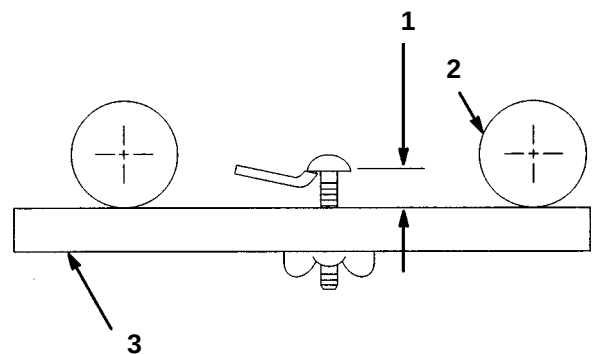

Fig. 9
1. Still skruens hode inn på ønsket klippehøyde ved hjelp av en målestav, Toro del nr. 98-1852 eller tilsvarende (fig. 9). Målet er fra stavens overflate til underkant av skruhodet.